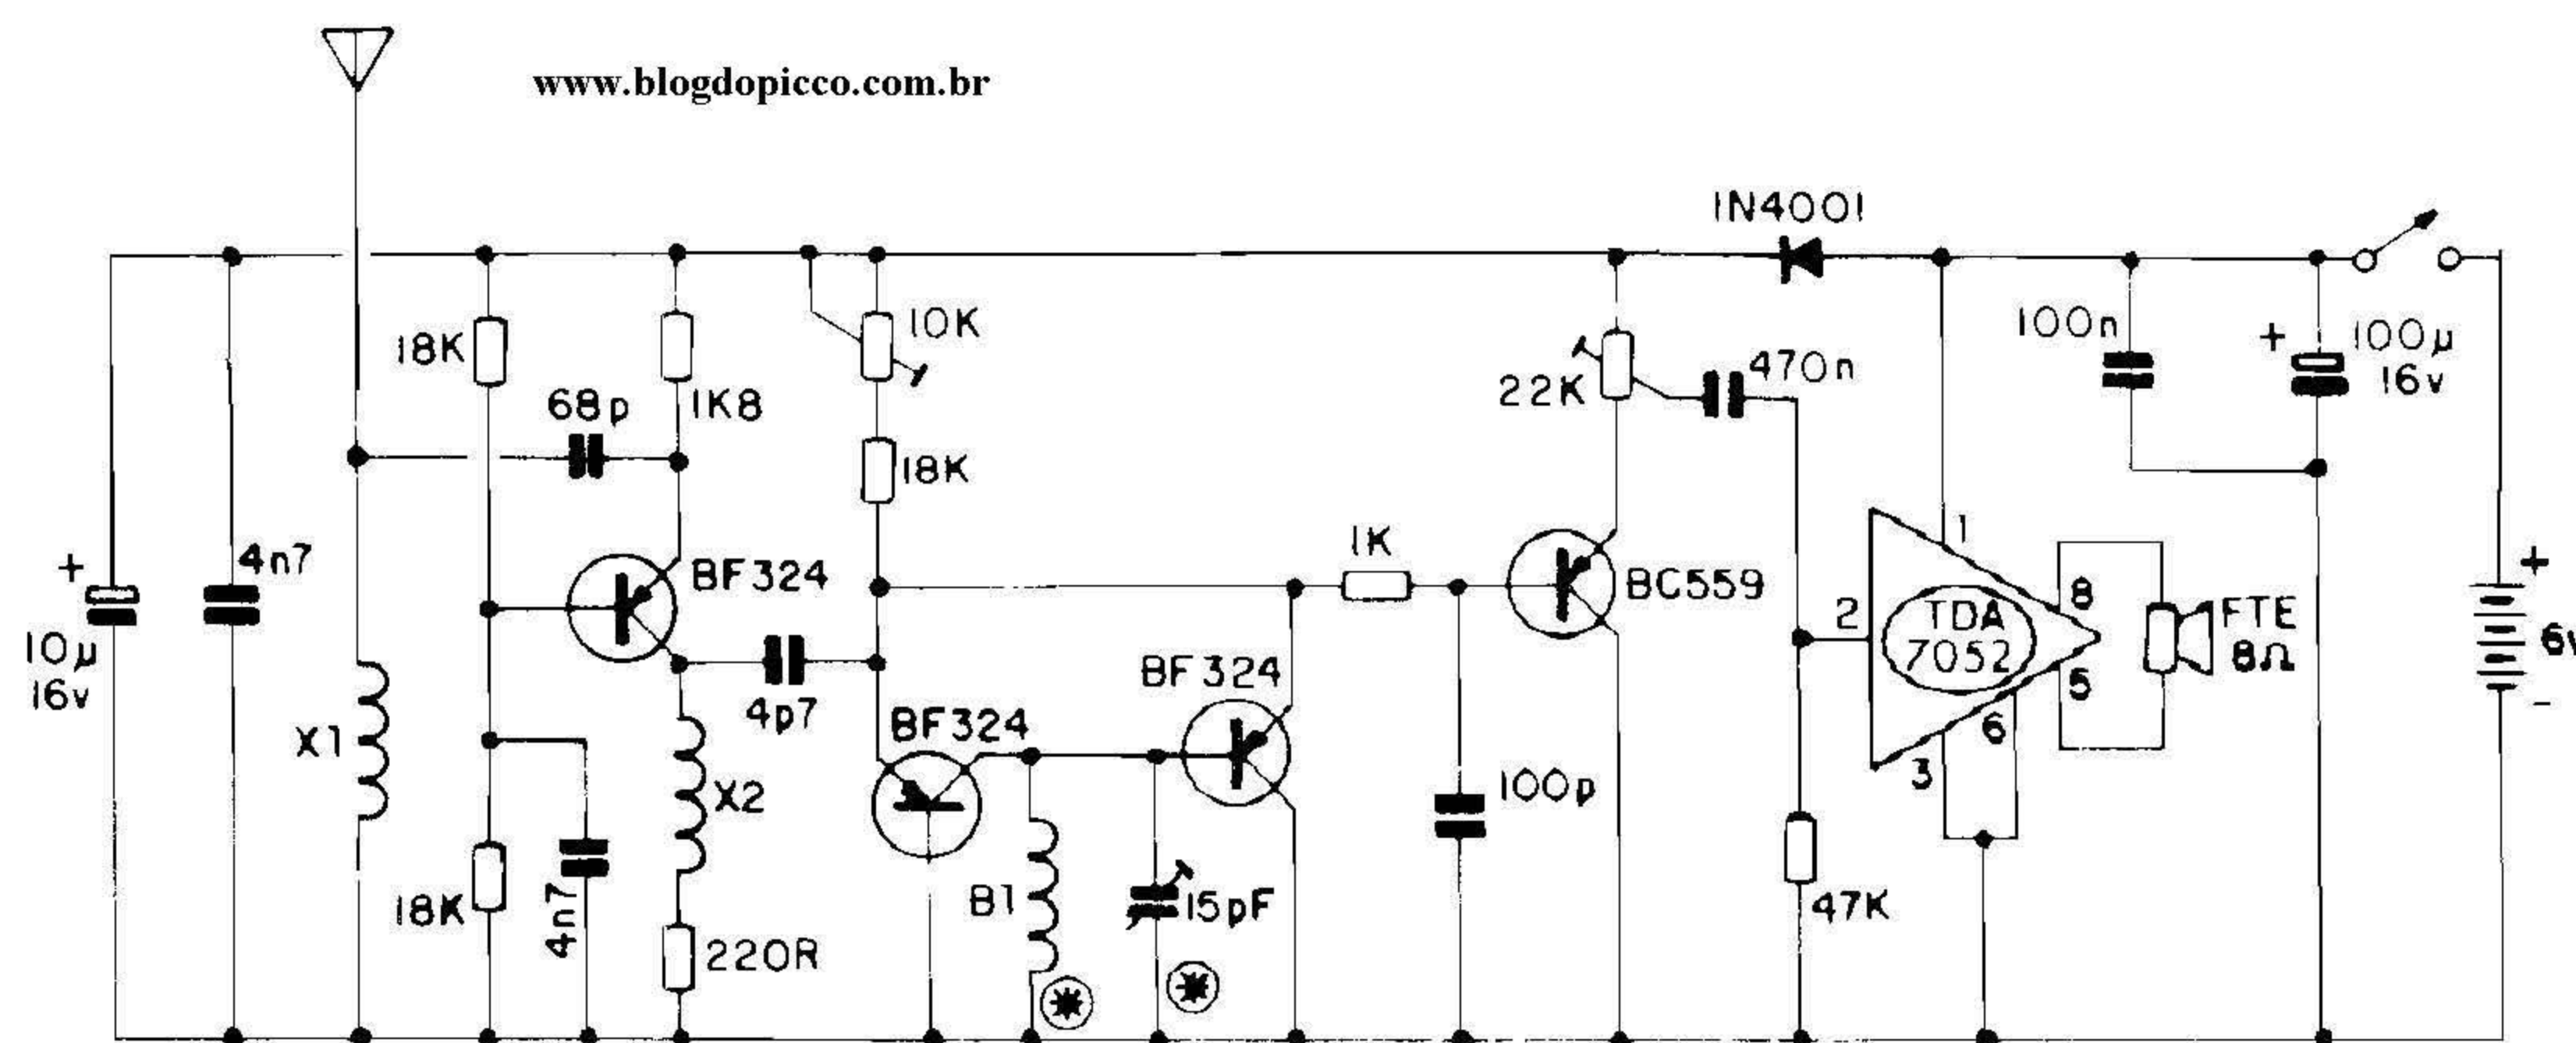

Fig.1
tentes e... abrangentes (os que - na nossa opinião - possam interessar ao maior número possível de Leitores...). Agora, quanto ao seu probleminha com a LA-TQ, a culpa é mais nossa do que sua... Infelizmente no "chapeado" (fig. 4 - pág. 53 - APE nº 24), o posicionamento do diodo zener saiu erroneamente demarcado (se Você fosse um Hobbysta mais tarimbado, tipo "macaco velho", teria percebido isso, numa análise comparativa com o "esquema", na fig. 1 - pág. 52 - APE nº 24, porém essa possibilidade não perdoa a nossa falha, pela qual novamente pedimos desculpas...). Na pág. 57 de APE nº 28 foi publicada uma ERRATA indicando o erro e a sua devida correção, mas vamos, agora, detalhar novamente o assunto, para seu benefício (e também para os demais Leitores que encontraram o mesmo problema, e não viram a tal ERRATA...):
primeira"... Tenho, porém, uma solicitação (que, acredito, vários outros Leitores/Hobbistas também têm...): com a cápsula piezo tipo "moeda", embora o som seja perfeitamente audível, é um tanto baixo para alguns tipos de aplicações... Não preciso, certamente, daquele "baita" som que parece ser proporcionado pela outra montagem com o KS5381, mostrada na mesma APE nº 33 (CAMPAINHA RESIDENCIAL C/ 7 MELODIAS...), mas apenas de "um pouco mais" de som, de modo a aplicar o circuito num pequeno brinquedo... Será que o Departamento Técnico de APE não pode me indicar um maneira simples de acoplar um pequeno alto-falante ao Integrado (talvez com a intermediação de um ou dois transistores), mantendo porém a simplicidade geral do circuito básico da COM (fig. 1 - pág. 9 - APE nº 33...)?" - Ernesto Sebastião da Silva - Santo André - SP
- **FIG. 1** - O CIRCUITO - Enquanto o RVHF (APE nº 1) o "primeiro" transistor exercia "um monte" de funções simultâneas (amplificava, oscilava e detetava...), temos agora, no "primeiro pau", um transistor de RF PNP (BF324) em função nitidamente amplificadora, de faixa larga... O sinal de RF captado pela antena é aplicado ao **emissor** do dito transistor, depois de desenvolver-se sobre a bobina X1, um mero choque de RF com indutância adequada para toda a faixa pretendida... O BF324 é polarizado em **base** pelos resistores de 18K, desacoplados pelo capacitor de 4n7 à "terra"... Sua entrada de **emissor** encontra-se "carregada" pelo resistor de 1K8, enquanto que seu **coletor** desenvolve os sinais, já amplificados, sobre um resistor de 220R em série com um segundo choque de RF (bobina X2)... Observem ainda que dois capacitores (um de 4n7 e um eletrolítico de 10u) desacoplam a alimentação desse setor relativamente "delicado" ao circuito... O "coração"